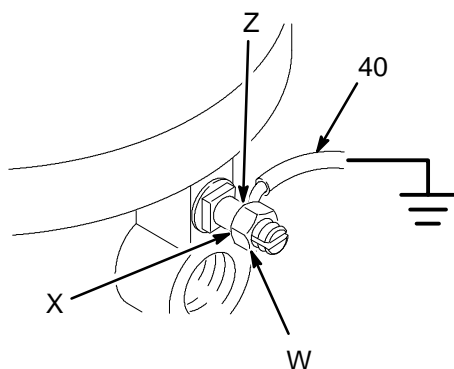

Fig. 3
1. *Pompe*: effectuer la mise à la terre à l'aide d'un fil et d'une pince de terre (40, fournis). Voir la Fig. 3. Desserrer l'écrou de blocage (W) de la borne de terre et la rondelle (X). Introduire une extrémité du fil de terre (40) dans la fente de la borne (Z), puis bien serrer l'écrou de blocage. Raccorder la pince à une véritable prise de terre.